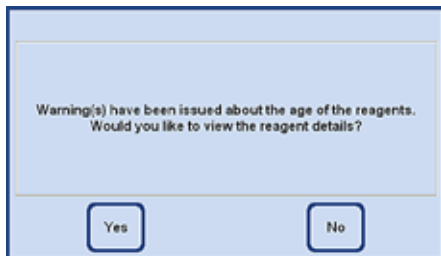

Bild 223
- Om tröskelvärdena i reagensstatus har överskridits visas ett meddelande om det vid slutet av rengöringsprogrammet (bild 223).